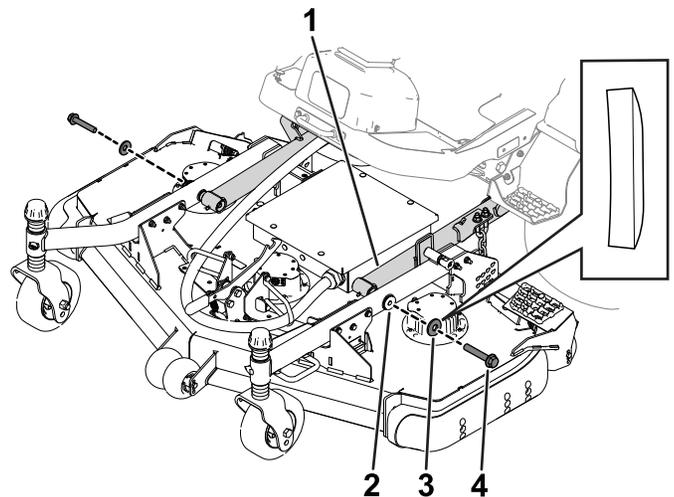

Bild 19
4. Entfernen Sie die Schrauben und Unterlegscheiben, mit denen die Hubarme an den Laufradarmen befestigt sind (Bild 19).